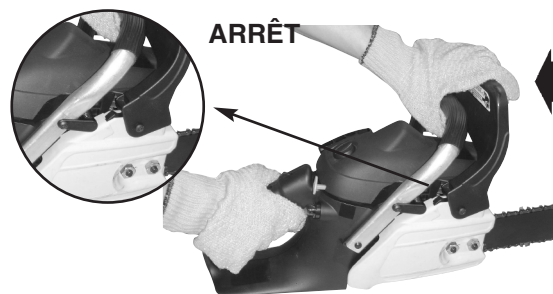

Fig. 30
1. Le FREIN DE CHAÎNE® est DÉSENGAGÉ (la chaîne peut se déplacer) lorsque le LEVIER DE FREIN EST TIRÉ EN ARRIÈRE ET VERROUILLÉ. Vérifiez que le loquet du frein de chaîne est bien en position ARRÊT, (Fig. 30).
3. Débrancher le fil connecteur (G) de la bougie (H) en tirant d'un mouvement rotatif (Fig. 30).